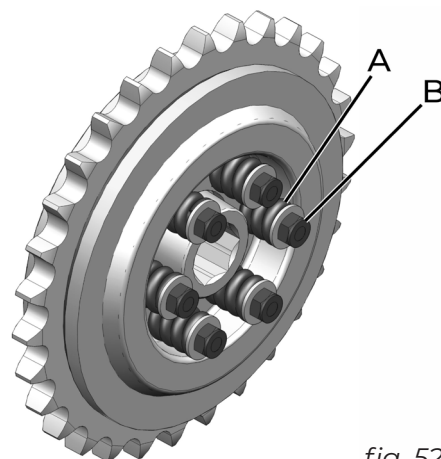

fig. 52
O limitador de torque também pode ser ajustado de acordo com as condições de colheita. Quando o limitador estiver “patinando” com frequência, **pare imediatamente, procure a causa e corrija-a**. Se não possuir nada obstruindo a unidade colhedora ou sem-fim alimentador, pode ser realizado o ajuste na pressão das molas (A) (fig. 52). Importante é realizar o aperto das porcas (B) por igual. Nunca aperte as porcas de modo que a mola fique completamente comprimida, pois assim o sistema perderá sua funcionalidade, podendo até causar danos ao sistema.